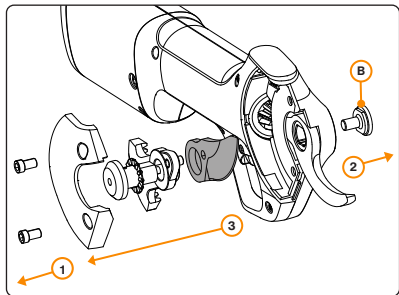

Figura 8. Cambio de la hoja de corte. Siga la secuencia que se indica en los números.
3. Afloje los tornillos de bloqueo de las hojas. Dé dos vueltas a los (2) tornillos Allen de 4 mm (Figura 8, paso 1)
4. Desenrosque el tornillo de montaje de la hoja. (Figura 8, paso 2, imagen B)
5. Cambie la hoja usada por una nueva. (Figura 8, paso 3)